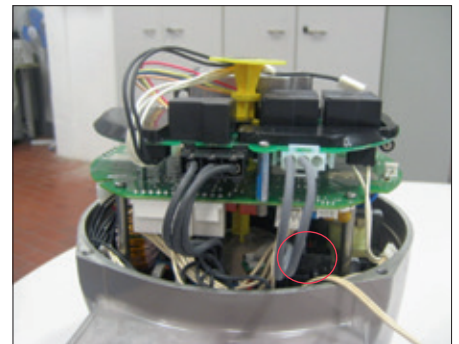

Abb. 46
- Schließen Sie das 2-polige Stromversorgungskabel der OM13-Karte an die Stromversorgungsplatine an (Abbildung 46).